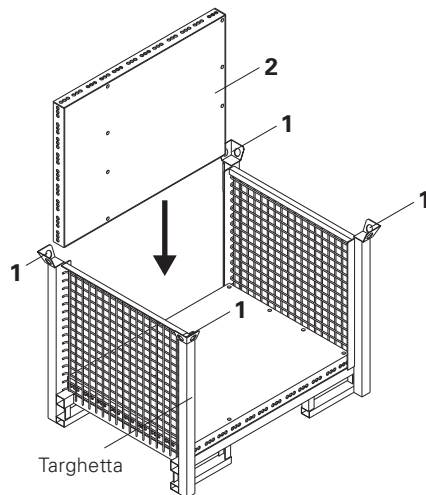

Fig. 1
La barella può essere trasformata in cesta per il trasporto della minuteria. Basta inserire dei pannelli come fondo e pareti laterali (2). (Fig. 1)